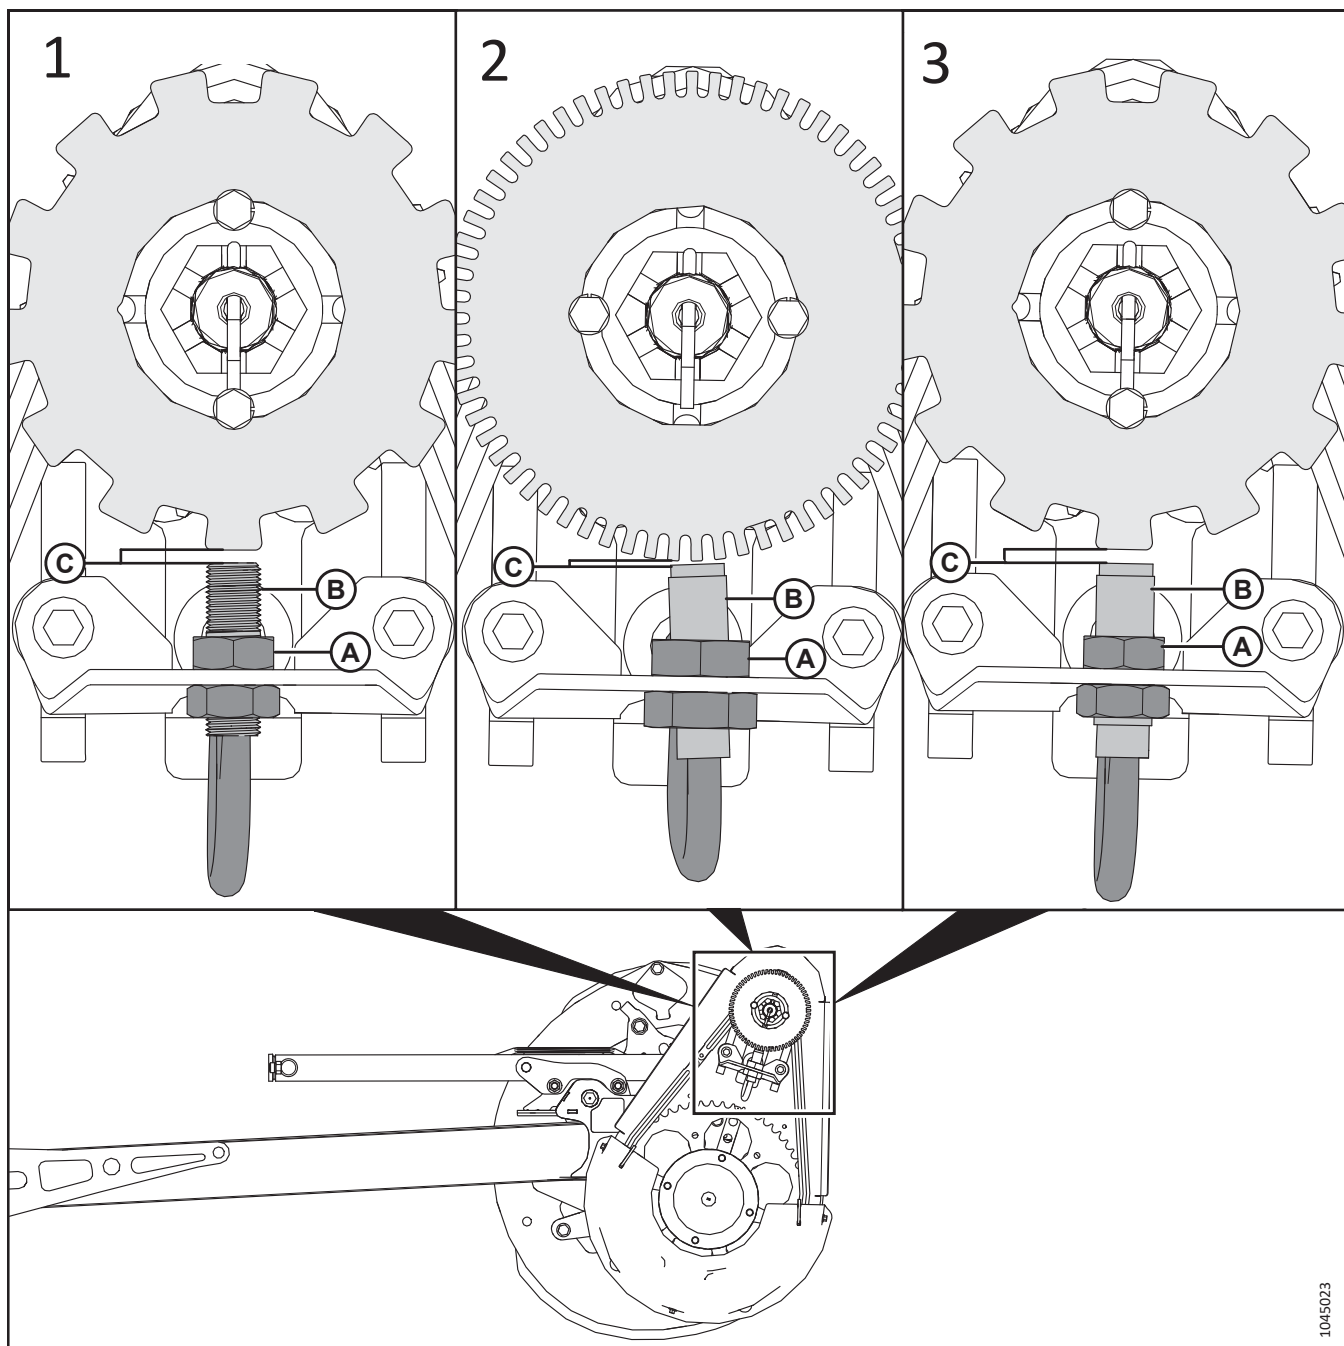

Abbildung 4.335: Haspeldrehzahlsensor- und Scheibenkonfigurationen
6. Die obere Mutter vom neuen Sensor entfernen und den neuen Sensor (B) auf die Halterung setzen. Mit der oberen Mutter (A) sichern.
7. Die Tabelle und die Abbildung 4.335, Seite 491 verwenden, um den Sensortyp für den Mähdrescher zu bestimmen, und die Sensormuttern so einstellen, dass der Abstand (C) auf die folgende Spezifikation eingestellt wird: